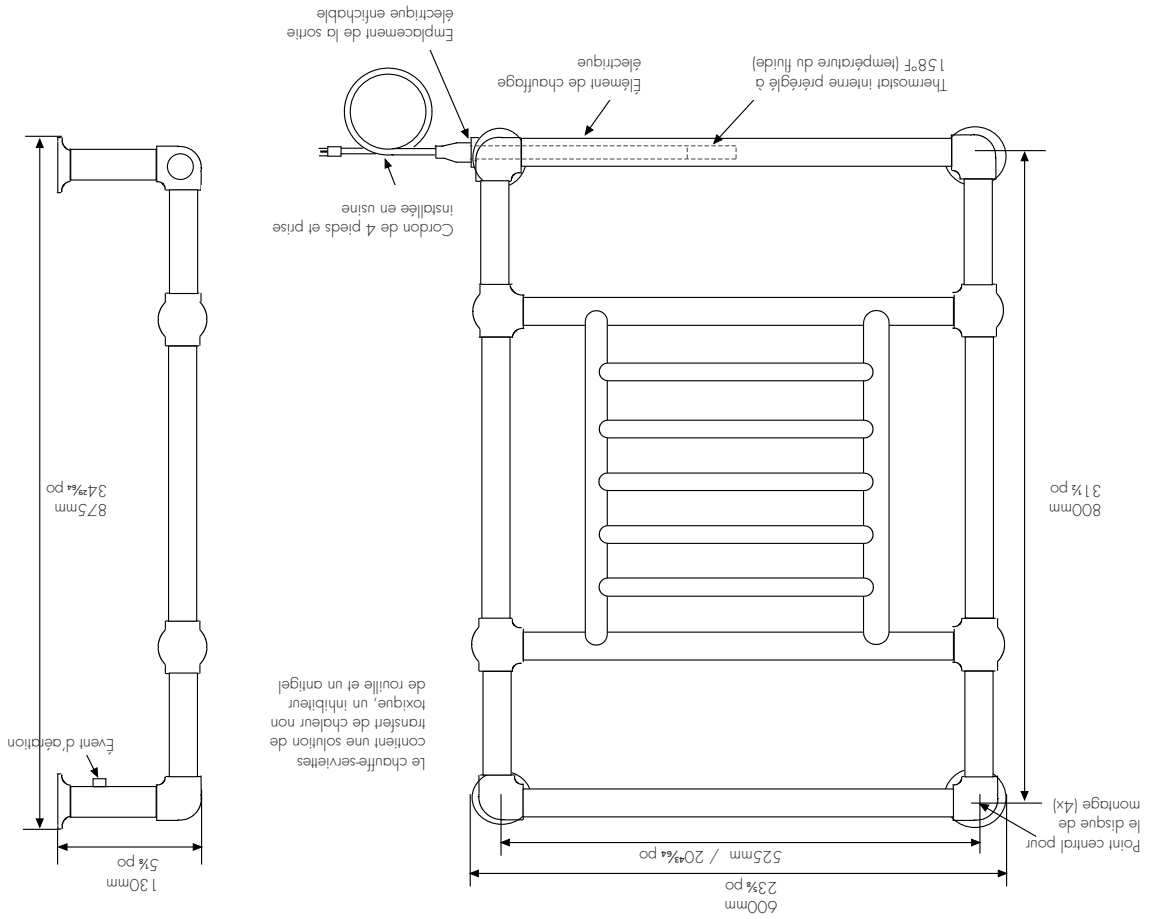

Figure 2
1. Une prise de 110 V située à moins de 18 po de l'emplacement de sortie de la prise électrique sur le sèche-serviettes (voir fig. 2), et non au-dessus de l'emplacement de la sortie de la prise électrique.
2. Des montants muraux ou un support en contreplaqué sont requis dans le mur à tous les emplacements des supports. Voir la figure 2 pour les emplacements des supports.
2. Fixez les disques de montage "A" à l'aide des vis fournies et aux emplacements illustrés à la figure 2.